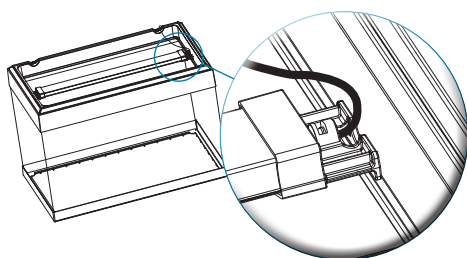

Abb. 8
1. Setzen Sie die LED-Strip-Light (C) vorsichtig auf die Laufschiene auf dem oberen Rahmen an die finale Position. (Abb. 8)